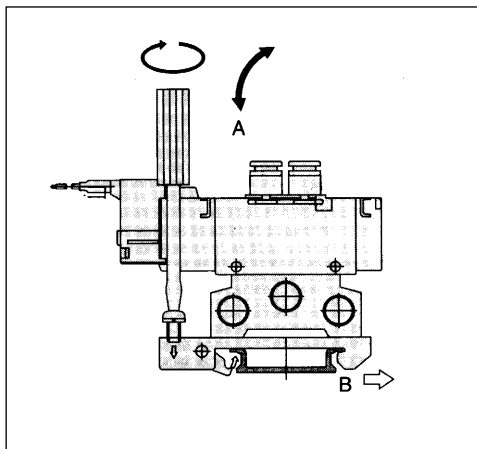

Fig. 15
**Retrait/installation d'un rail DIN (Fig. 15)****Pour retirer une embase d'un rail DIN :**